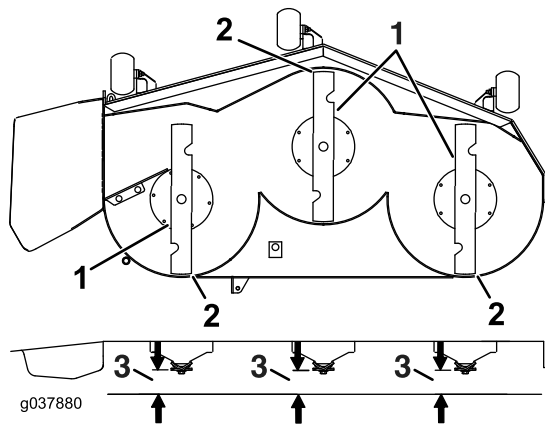

Figura 86
7. Compruebe el nivel longitudinal de la cuchilla (Figura 86). Asegúrese de que la punta de la cuchilla delantera está más abajo que la punta de la cuchilla trasera, como se muestra en Altura de bloque y soporte. Si se requieren ajustes, siga con este procedimiento.